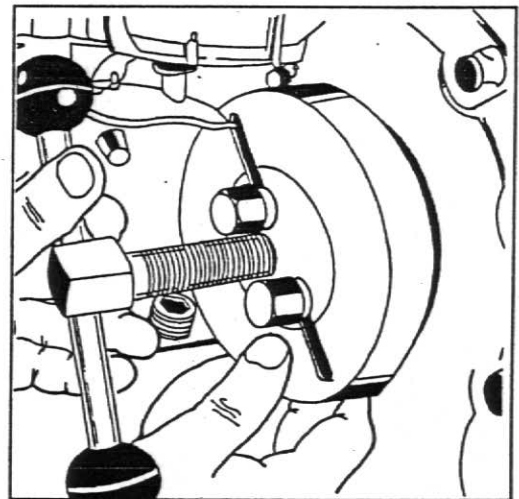

Fig. 11
6. Solte a porca central de fixação da engrenagem ao eixo da bomba injetora. Remova a engrenagem utilizando a ferramenta nº. 81 30 436, fig.11.